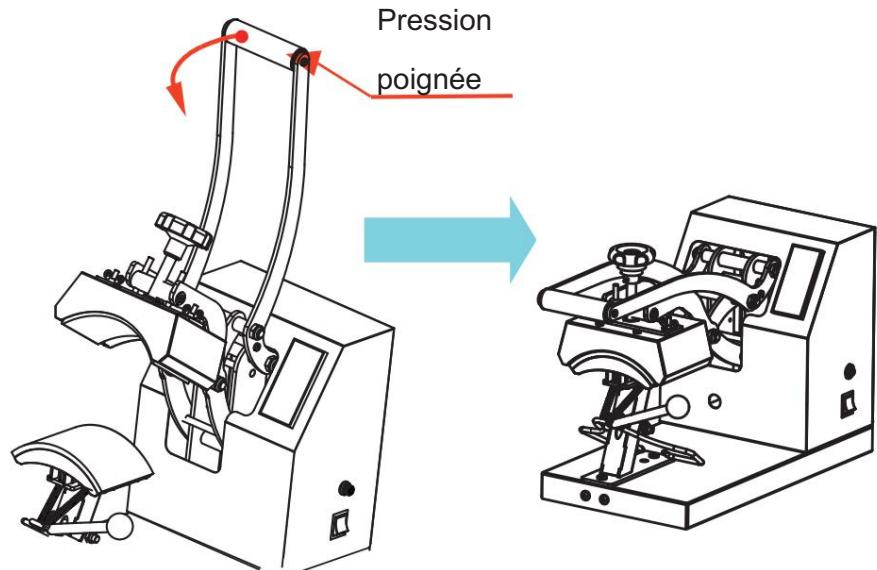

Figure 8
5. Lorsque la température de fonctionnement est atteinte, appuyez sur la « poignée de pression » jusqu'à ce que le bip continue de retentir, comme indiqué dans les figures 8 et